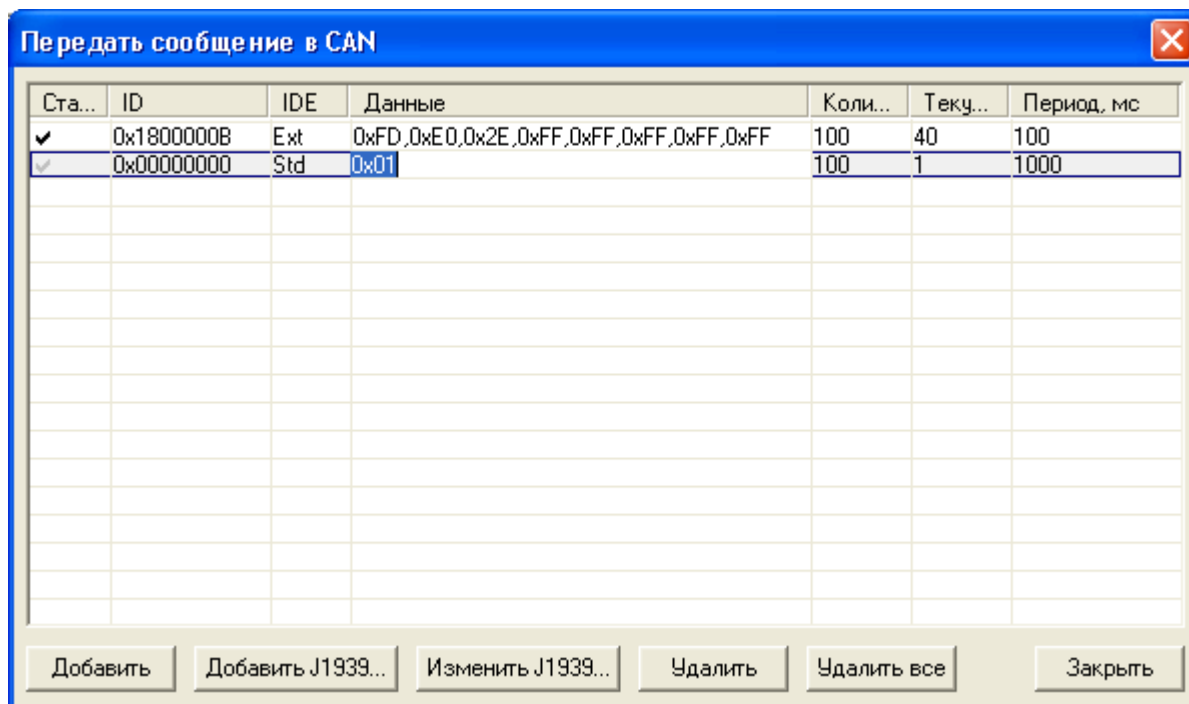

Рис. 8.5
8.5. Диалог «Передать сообщение в CAN» (рис. 8.5) предназначен для создания сообщений с возможностью последующей их передачи в сеть CAN. Добавление и удаление сообщений осуществляется соответствующими кнопками диалога. Редакция сообщения осуществляется в самом списке сообщений путем двойного нажатия левой кнопки мыши на любом поле в сообщении (рис. 8.5).
Для удобства задания передаваемого сообщения в формате J1939 можно использовать кнопки «Добавить J1939...» и «Изменить J1939...» (рис. 8.5). В этом случае откроется диалог «Сообщение J1939» (рис. 8.6), где в удобной форме можно настроить параметры данного сообщения и передаваемые данные. Данные в сообщении можно менять как в виде задания последовательности байт (поле «Данные»), так и заданием физического значения любого из передаваемых в сообщении параметров. Например, при формировании пакета TSC1 (рис. 8.6) можно дважды нажать левой кнопкой мыши на поле «Физическое значение» параметра EngRequestdSpeed_SpeedLimit и ввести туда необходимое значение, например 1500, вместо того чтобы менять байты в потоке данных на значения 0xE0,0x2E. Поле «Данные» при этом автоматически обновится.